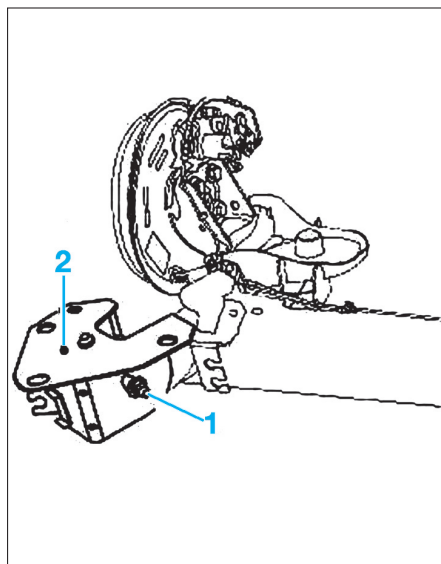

FIG. 22
- Déposer la vis (1) du palier (2) (Fig.22).
- Retirer le palier (2).